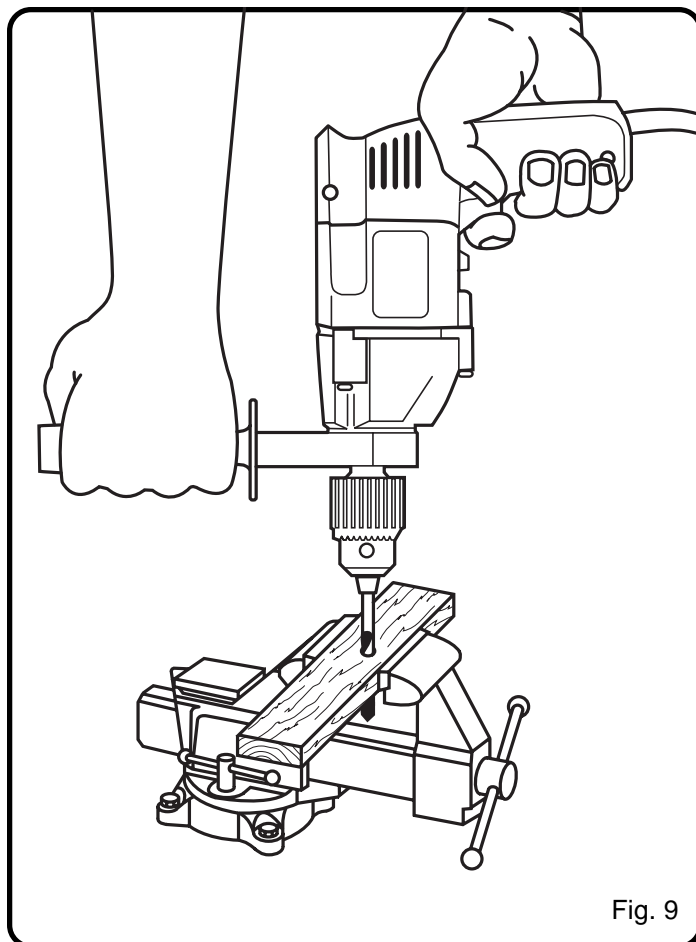

Fig. 9
Voir figure 9.
7. Avancez le foret dans la pièce en exerçant seulement la pression nécessaire pour que le foret coupe. Ne forcez pas votre perceuse et n'exercez pas de pression latérale pour allonger un trou. Laissez votre perceuse et le foret faire le travail. Voir figure 9.